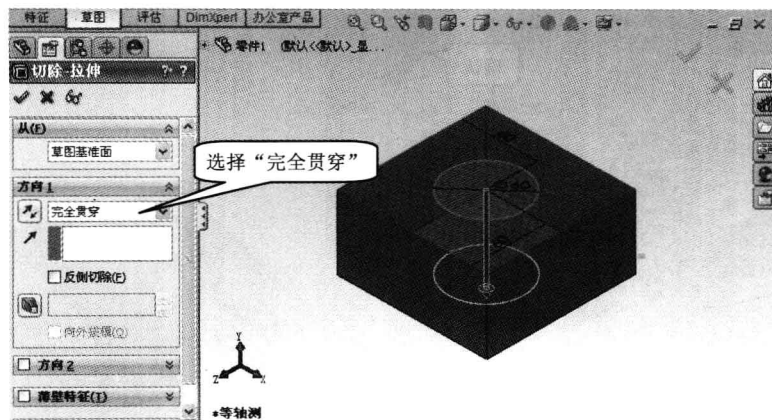

图 1-14 设置“切除-拉伸”属性
(5) 结束并接受草图绘制。单击“确认角”按钮，系统自动进入“切除-拉伸”属性设置状态。
(6) 在方向 1 下的终止条件改为“完全贯穿”，按“Ctrl+7”组合键（或单击“视图（前导）”工具栏中“视图定向”图标下的“等轴测”图标，将显示变为“等轴测”，如图 1-14 所示。